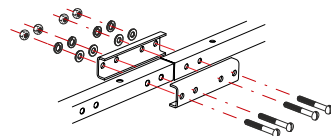

Рис.2 Узел крепления передней и задней частей трассы
6.2 Соедините переднюю и заднюю части трассеры как показано на рис.2. Плотно затяните гайки, обеспечивая отсутствие люфтов между частями трассеры.